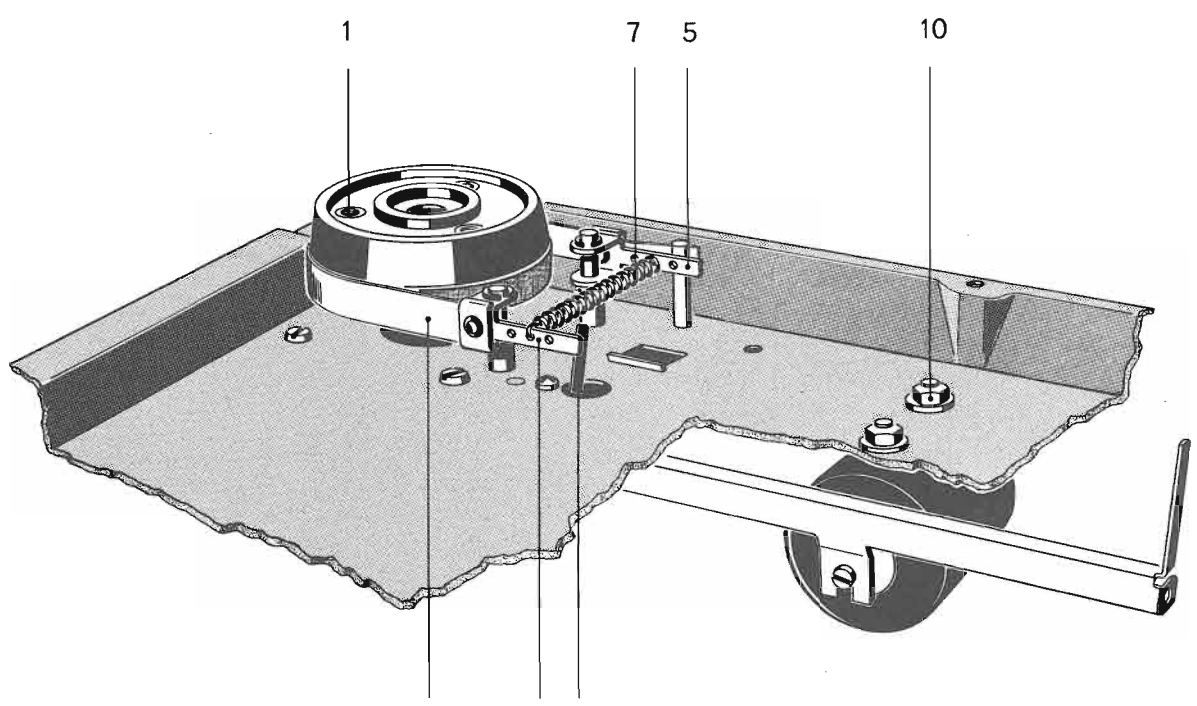

Fig. 2
Bedienungsknöpfe und Rändelscheiben nach oben abzuziehen. Ferner sind die drei Befestigungsschrauben jedes Bandspulentellers (1 in Fig. 2), die beiden Federstifte der Andruckarm-Abdeckung (2) sowie die Schlitzschrauben der Kopfabdeckung und der Abdeckplatte abzuschrauben. Beim späteren Zusammenbau achte man durch gleichmäßiges Anziehen der Spulentellerbefestigungsschrauben (1) darauf, dass die Spulenteller nicht schlagen. Gegebenenfalls ist eine um 120° versetzte Montage der Spulenteller erforderlich.
Nach dem Auswechseln einer Bremsrolle oder eines Bremsbandes muss die Bremsmechanik und der Hub des Bremslösemagneten neu eingestellt werden. Wenn nötig, sind die Spannhebel (9 in Fig. 2) durch leichtes Biegen so einzustellen, dass sie bei Betätigung der Abhebebolzen (8 in Fig. 2) gleichzeitig abheben. Der Hub des Bremslösemagneten, der beim Bandlauf die Bremsbänder von ihren Rollen abhebt, lässt sich nach Lösen der beiden M 4 Muttern (10 in Fig. 2) durch Verschieben des Magneten in den Schlitzlöchern verändern. Durch gleichzeitiges Drücken der Betriebs- und Stopptaste wird der Magnet erregt. Jetzt verschiebt man den Bremslösemagnet soweit nach hinten, bis die Bremsbänder 0,1 bis 0,2 mm von der Bremsrolle abheben. In dieser Stellung werden die Befestigungsmuttern wieder festgezogen.